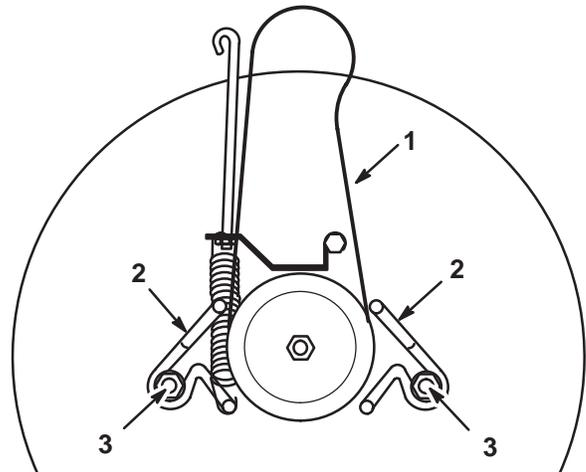

Bild 46
2. Lockern Sie die Befestigungsschrauben an der Riemenführung und bewegen diese von der Scheibe weg (Bild 46).
1. Bringen Sie den neuen Riemen an der Schnittmesser-Riemenscheibe und in beiden Riemenführungen an (Bild 46).
2. Stellen Sie die Riemenführungen so ein, dass sie sich 3 mm von der Scheibe befinden. Ziehen Sie die Befestigungsschrauben fest (Bild 46).